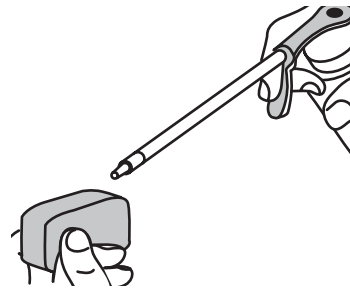

Fig. 33
4. Aplique suficiente aceite limpio de motor SAE 30 para recubrir ligeramente el filtro (Fig. 33).